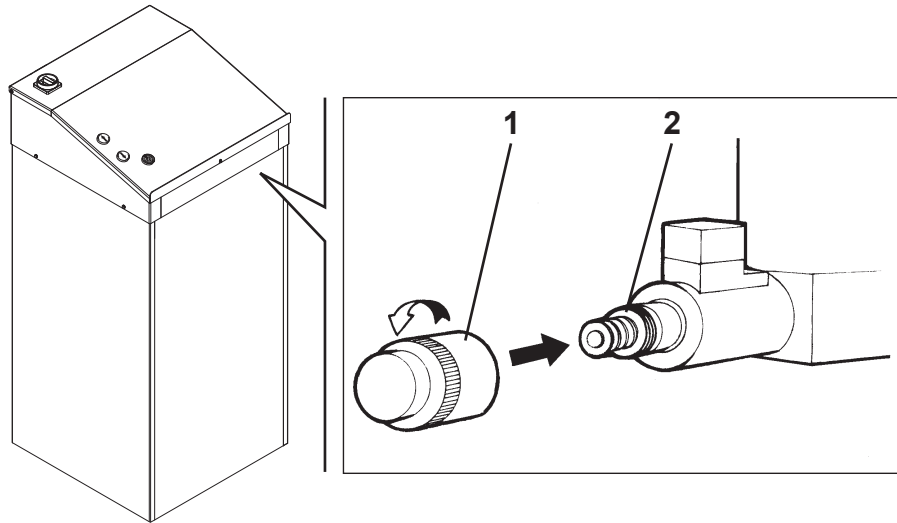

Fig. 31
- aprire la valvola di discesa manuale prima svitando il tappo di protezione (1) (Fig.31), poi premere sul dispositivo (2).
- Open the manual drop valve by unscrewing the protection cap (1) (Fig.31) and then pressing device (2).
- Das manuelle Absenkventil öffnen, indem zuerst der Schutzstöpsel (1) (Fig.31) losgeschraubt und dann die Vorrichtung (2) betätigt wird.
- Ouvrir la valve de descente manuelle en dévissant d'abord le bouchon de protection (1) (Fig.31) et en appuyant ensuite sur le dispositif (2).
- abra la válvula de descenso manual desenroscando el tapón de protección (1) (Fig.31) y, luego apriete el dispositivo (2).